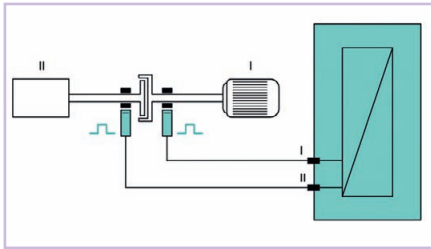

Рис. 4. Мониторинг скольжения для муфты
Обычно скольжение характеризуется разностью скоростей между механическими деталями или жидкостями во фрикционном соединении при тангенциальной (касательной) нагрузке. Для того чтобы предотвратить преждевременное разрушение муфт скольжения, конвейерных лент и приводных ремней, определяется разность между скоростями вращения привода и выходного устройства (рис. 4 и 5).
- **текущий мониторинг скольжения** – скольжение определяется по двум частотным сигналам в каналах I и II (рис. 4 и 5), и в том случае, когда свободно настраиваемое значение порога отключения превышено, соответствующий выход переключается;